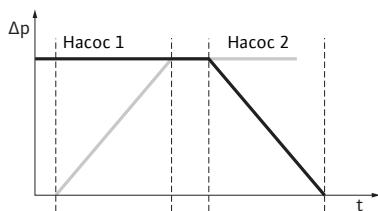

Рис. 16: Смена работы насосов
- Схематически смену работы насосов можно описать следующим образом (см. также рис. 16):